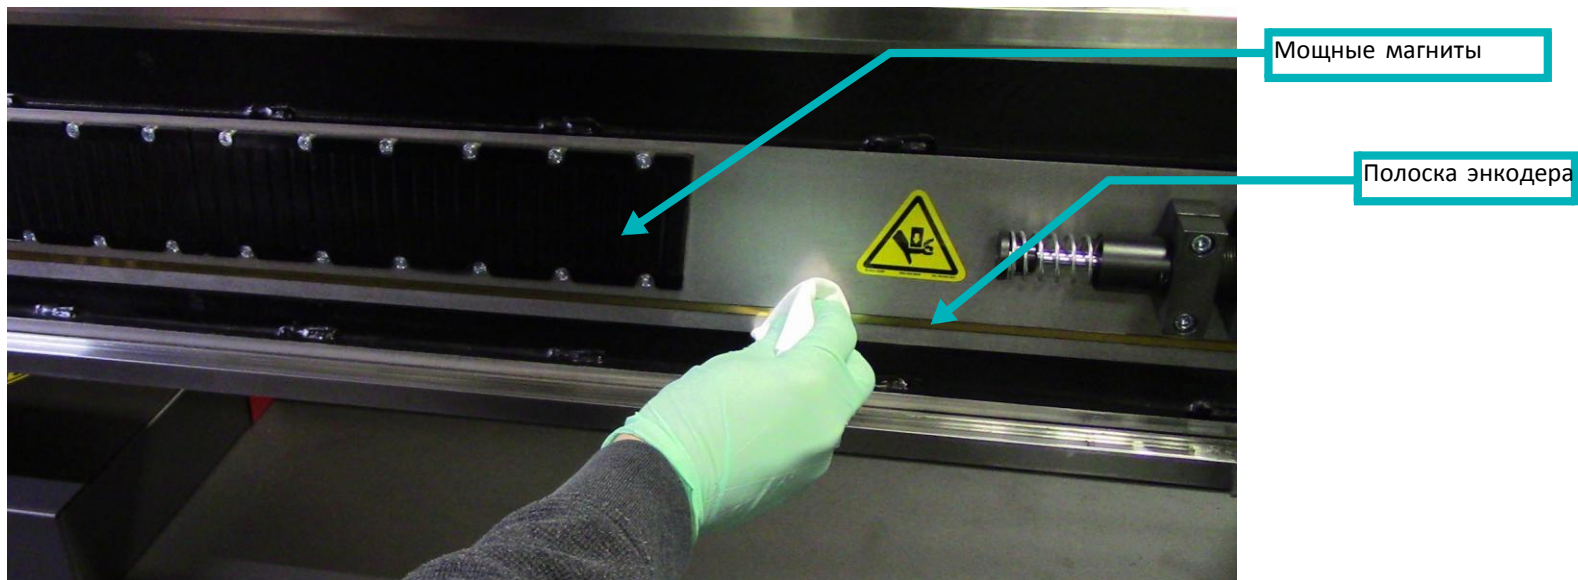

Рисунок 2-21: Полоска линейного энкодера
- B. Протрите полосу энкодера, как показано на Рисунок 2-21 для очистки от пыли и следов чернил, передвигая каретку по мере необходимости.